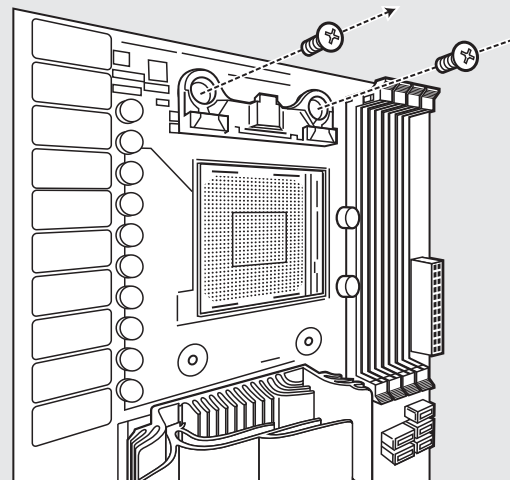

figure 1
- Entfernen Sie die angegebene/n AMD-Montagehalterung/en. (abbildung 1)
- Удалите стандартный монтажный кронштейн AMD для верхнего крепления. (Рис. 1)
- Remove the integrated Intel mounting bracket by pushing on the metal piece, turning 1/8th turn, and pulling away from the copper coldplate (figure 1).
- Pour retirer le support de montage Intel intégré, poussez-le sur la pièce en métal, tournez-le d'1/8 de tour et éloignez-le de la plaque froide en cuivre (figure 1).
- Entfernen Sie die integrierte Intel-Halteklammer durch Drücken auf das Metallteil. Machen Sie eine Achteldrehung und ziehen Sie sie von der Kupfergrundplatte (Coldplate) weg (abbildung 1).